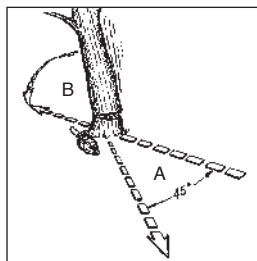

Bild. 11A
ACHTUNG: Vor dem Schneiden sollte ein Rückzugspfad (A) geplant und freigelegt werden. Der Rückzugspfad sollte nach hinten und diagonal zur Rückseite der erwarteten Fallrichtung verlaufen, wie in Bild. 11A dargestellt ist.
ACHTUNG: Wenn der Fallschnitt sich dem Ankerpunkt nähert, beginnt der Baum zu fallen. Sobald der Baum zu fallen beginnt, ziehen Sie die Säge aus dem Schnitt heraus, stoppen Sie den Motor, legen Sie die Kettensäge ab und verlassen Sie den Bereich über den Rückzugspfad (Bild. 11A).